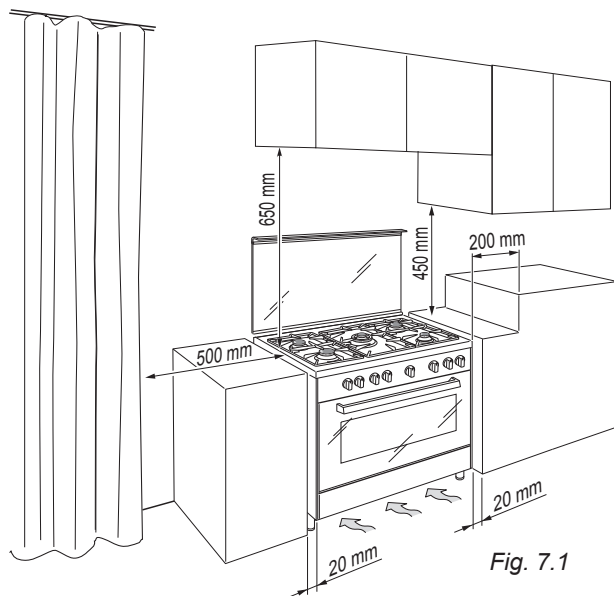

Fig. 7.1
Le condizioni di installazione, per quanto riguarda la protezione contro il surriscaldamento delle superfici adiacenti alla cucina, devono essere conformi alle figure 7.1 oppure 7.2.
■ Classe 1 (Fig. 7.1)
L'installazione deve essere effettuata mantenendo una distanza di 2 cm dalle pareti laterali dei mobili (fig. 7.1) che non devono superare in altezza il piano di lavoro.